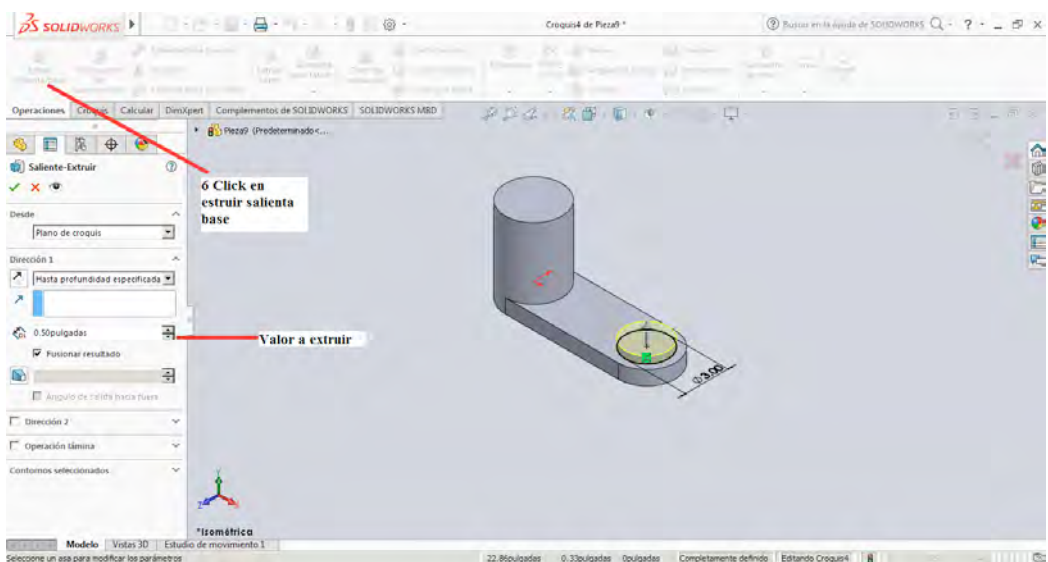

Figura 3-38
6. Posteriormente se repiten los pasos 4 y 5 para crear un círculo sobre la misma cara anterior pero en el lado derecho de la misma en este caso el círculo es de diámetro 3 Pulgadas y se le realiza un proceso de extrusión de 0,5 Pulgadas, en la figura 3-38 se muestra el resultado del procedimiento realizado, es importante tener en cuenta que el círculo que se construye se debe ubicar en el centro de la ranura.